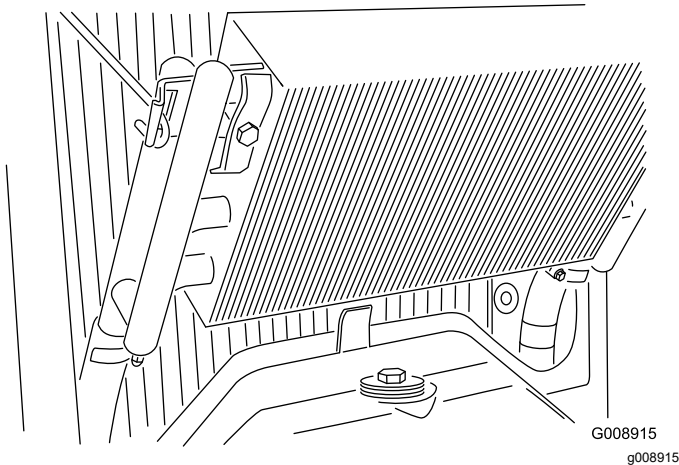

Figura 59
3. Destranque o refrigerador de óleo e articule a zona posterior (Figura 59). Limpe os dois lados do refrigerador de óleo e a zona do radiador com água ou ar comprimido. Desloque o refrigerador do óleo para a posição inicial.